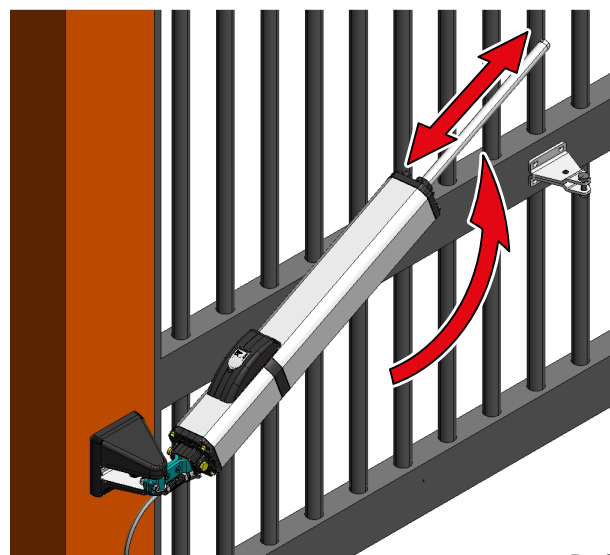

Fig.27
6. Mettre l'opérateur sous tension et actionner plusieurs fois la tige vers l'intérieur et l'extérieur, sur toute sa course, jusqu'à l'obtention d'un mouvement fluide (Fig. 27).